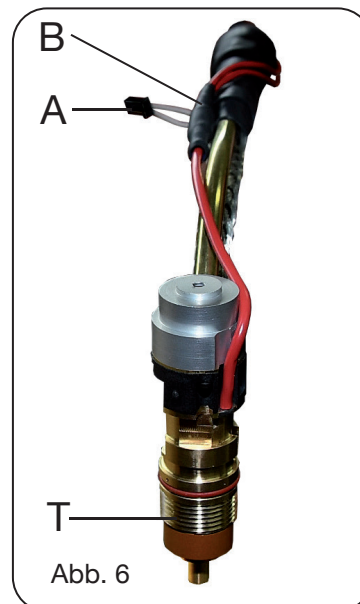

Abb. 6
- Die Anschlussstücke **D** und **E** verschrauben; hierbei die in Abb. 6 angegebene Ausrichtung beachten.
- Das Brennerkabel austauschen. Die Anschlussstücke D und E von Hand verschrauben; hierbei auf die in Abb. 6 gezeigte Ausrichtung achten.